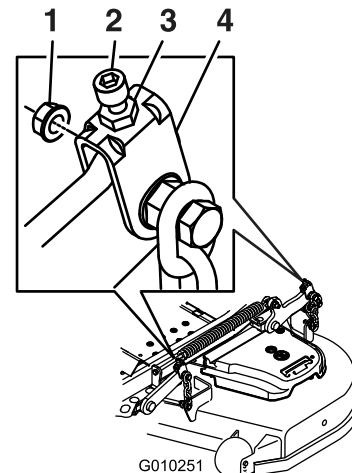

Figure 89
10. Le cas échéant, desserrez l'écrou Whizlock sur le côté de la chape et l'écrou de blocage sur le dessus (Figure 89).
17. Ajustez précisément la vis de réglage en la tournant jusqu'à obtention d'une hauteur de 8,3 mm (3-1/4 po) (Figure 89).